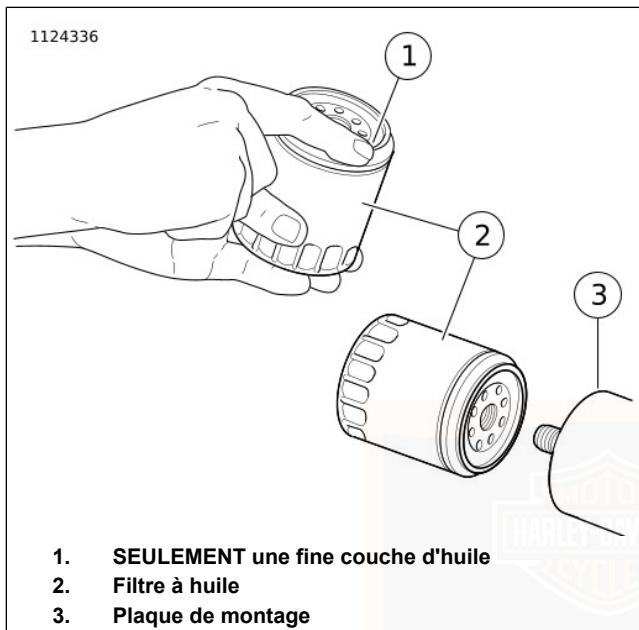

Figure 55. Application d'une fine couche d'huile
7. Voir Figure 55. Lubrifier le joint avec de l'huile moteur propre. Installer le **nouveau** filtre à huile sur la monture de filtre. Serrer le filtre à huile à la main d'un demi à trois quarts de tour une fois que le joint touche la surface de montage du filtre. Ne PAS utiliser de clé à filtre à huile lors de l'installation.